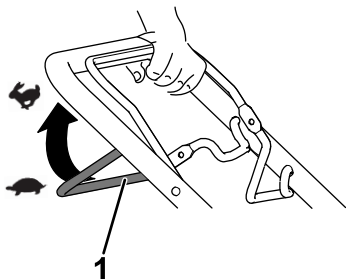

Figura 13
- Per innestare la trazione automatica, tirate la barra della trazione automatica verso la stegola e mantenete la posizione (Figura 13).